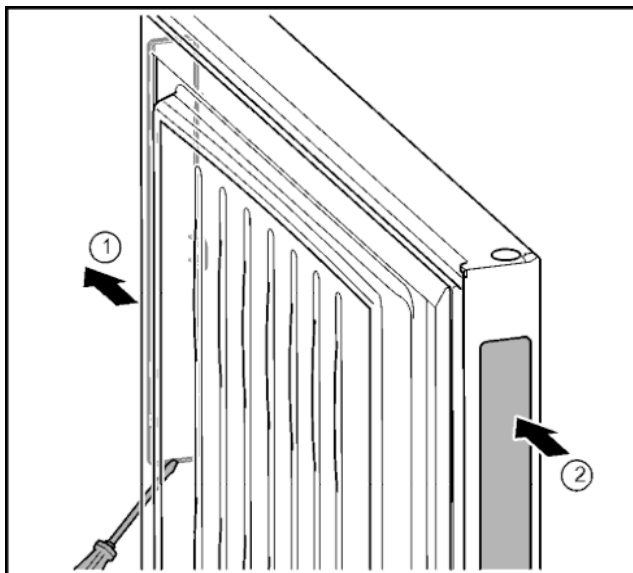

Fig. 33
- ▶ Sejměte kryt madla pro otvírání dveří na protilehlé straně pomocí plochého šroubováku. Fig. 33 (1)
- ▶ Nasadte do vzniklého volného otvoru. Fig. 33 (2)